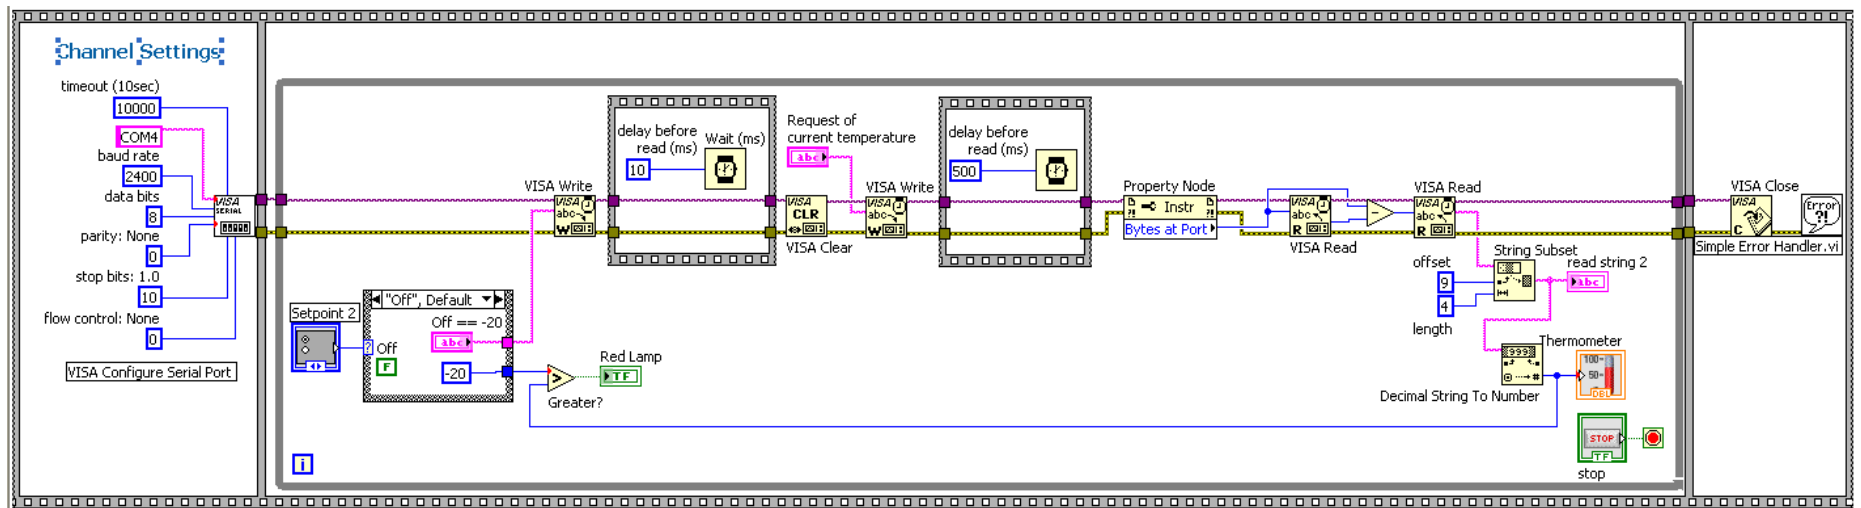

Рис. 9. Блок диаграмма модели LabView
Рис. 9. Цифровой и графический индикаторы интерфейса модели LabView отображает смоделированное значение температуры объекта переданное Toolkit через виртуальный COM порт и нуль-модемный кабель.
- Обеспечив работоспособность LabView с виртуальным контроллером мы тем самым подготовили LabView к работе с реальным контроллером, необходимо только подключить контроллер к реальному COM порту и номер порта прописать в поле “Channel Settings” модели LabView (см. Рис. 9).